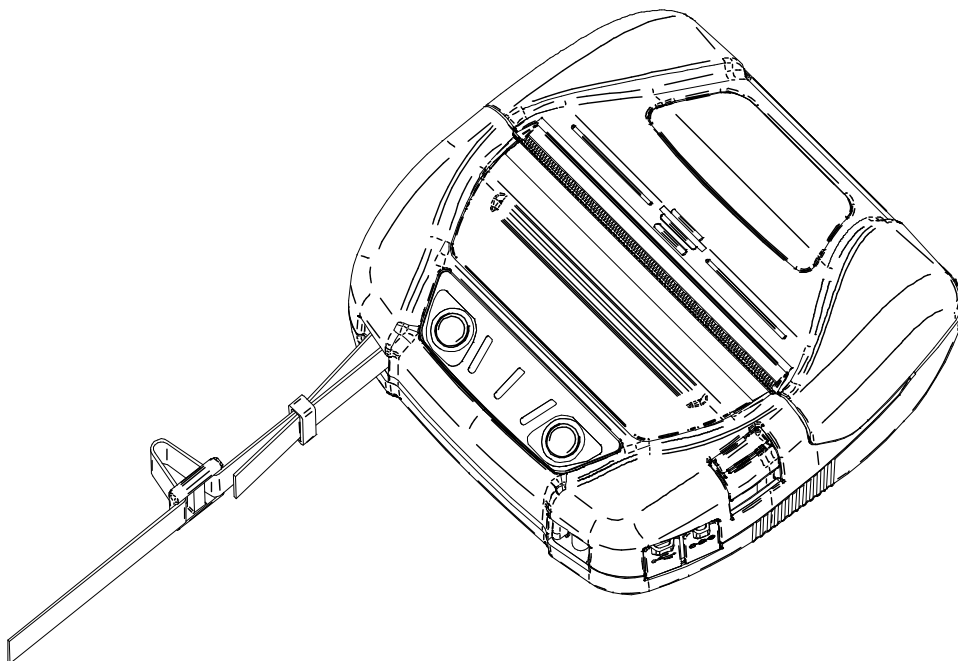

Abbildung 14-5 Anbringung des Schulterriemens (2)
- (2) Führen Sie das Ende des gefalteten Schulterriemens wie in Abbildung 14-5 gezeigt durch den Ring.